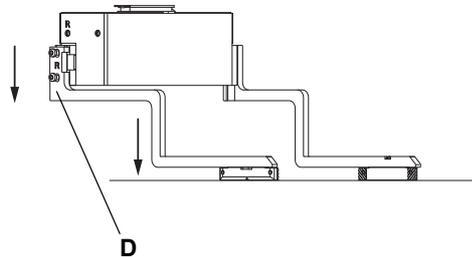
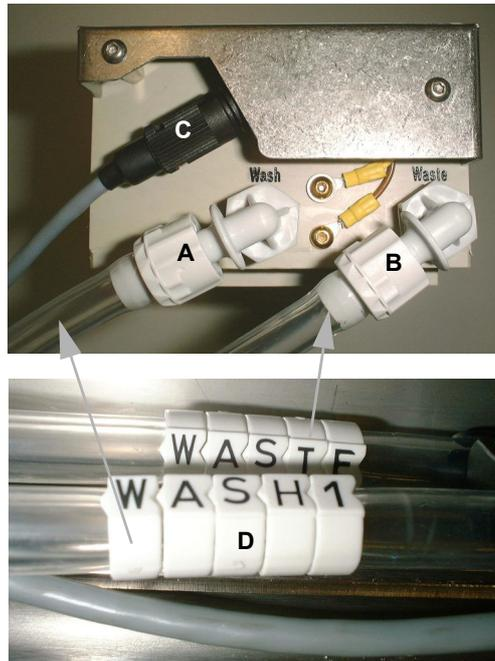

Abb. 5-6 Greiferfinger montieren/demontieren
Abb. 5-7 Anschlüsse des Waschblocks
- 3 Verbinden Sie den Waschschauch (A) und den Abfallschlauch (B) mit den entsprechenden Anschlüssen der Wascheinheit und des Waschblocks (Achten Sie auf die Schlauchbeschriftungen, D).
- Beachten Sie auch Abb. 5-8, Abb. 5-6.
- 4 Stecken Sie das Kabel des Waschfüllstandssensors in die entsprechenden Anschlüsse an der Wascheinheit (C) und dem Waschblock (C, Abb. 5-7, Abb. 5-6).
- 5 Verbinden Sie die unterschiedlichen Behälter mit Waschflüssigkeit (D) und den Abfallbehälter (E) mit den entsprechenden Fittings der Wascheinheit.